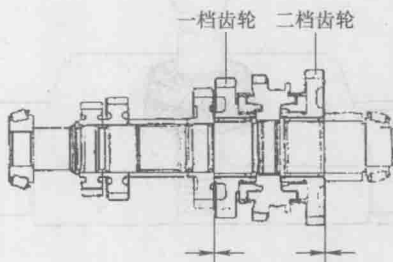

图 1-44 测量一/二档齿轮轴向间隙
44) 用塞尺测量一档和二档齿轮轴向间隙, 如图 1-44 所示。